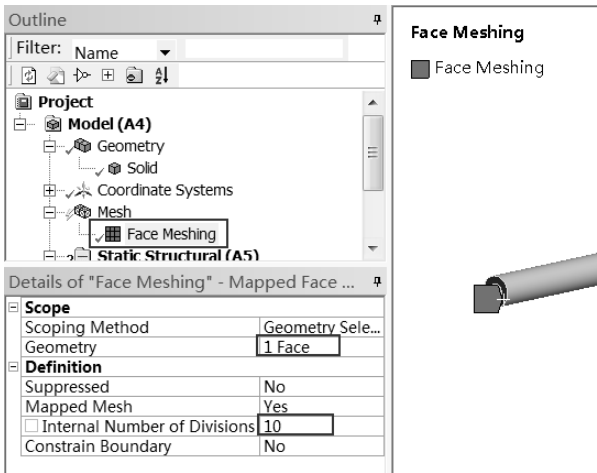

图 14-14 设置面网格
Step2 :如图 14-14 所示 ,在出现的 Details of “Face Meshing” 面板中做如下设置。